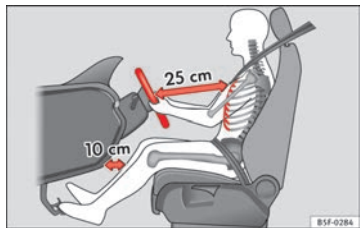

Fig. 133 Posición correcta del conductor.
- Ajuste el volante hasta alcanzar la posición deseada ⇒ fig. 133.
- Ajuste el asiento del conductor o el volante de modo que quede una distancia mínima de 25 cm entre el volante y el tórax ⇒ fig. 133. ¡Si no respeta la distancia mínima, el airbag no le protegerá adecuadamente y corre peligro de muerte!